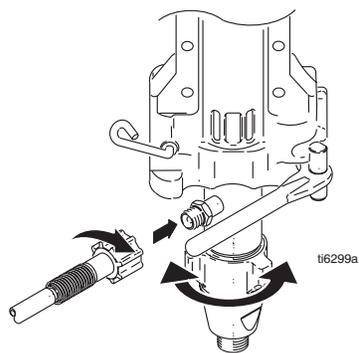

図. 28
7. 図. 28. ドレンホースをスプレー装置に取り付けます。